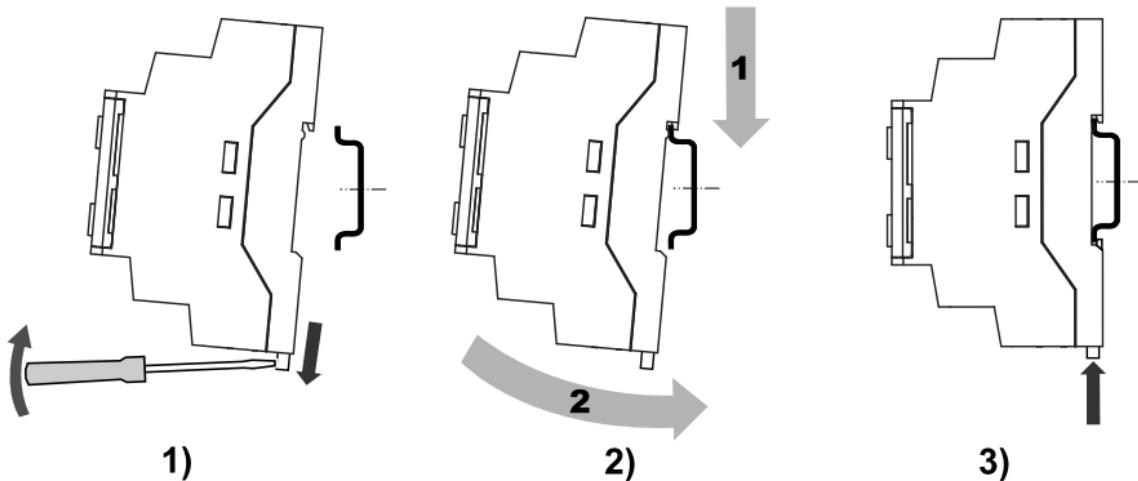

Рисунок 6.2 – Монтаж и демонтаж прибора
2. Вставив отвертку в проушины, оттянуть защелку (см. *рисунок 6.2, 1*).
3. Прижать прибор к DIN-рейке (см. *рисунок 6.2, 2*). Отверткой вернуть защелку в исходное положение (см. *рисунок 6.2, 3*).